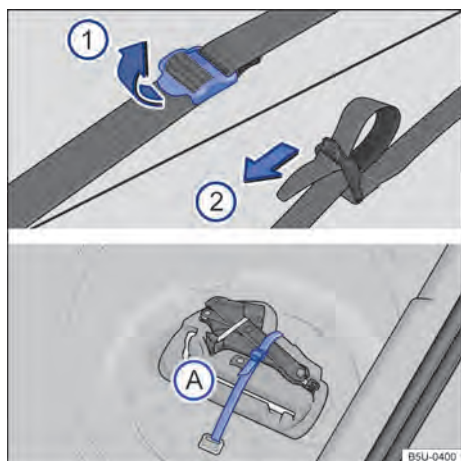

Fig. 165 No compartimento de bagagem: cinta de fixação da caixa de ferramentas e caixa de ferramentas de bordo.
Para soltar a cinta de fixação → Fig. 165 A, puxar a fivela no sentido da seta ①.